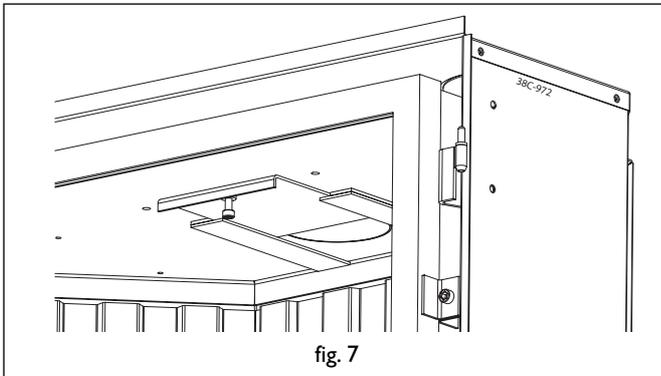

fig. 7
1. Régler le registre de restriction (G25/G20), fig. 7
Cette chicane coulissante est livrée séparément et doit être montée dans l'appareil en suivant les indications de la fig. 7. Une fois son réglage achevé, la chicane doit être fixée à l'aide d'un boulon.